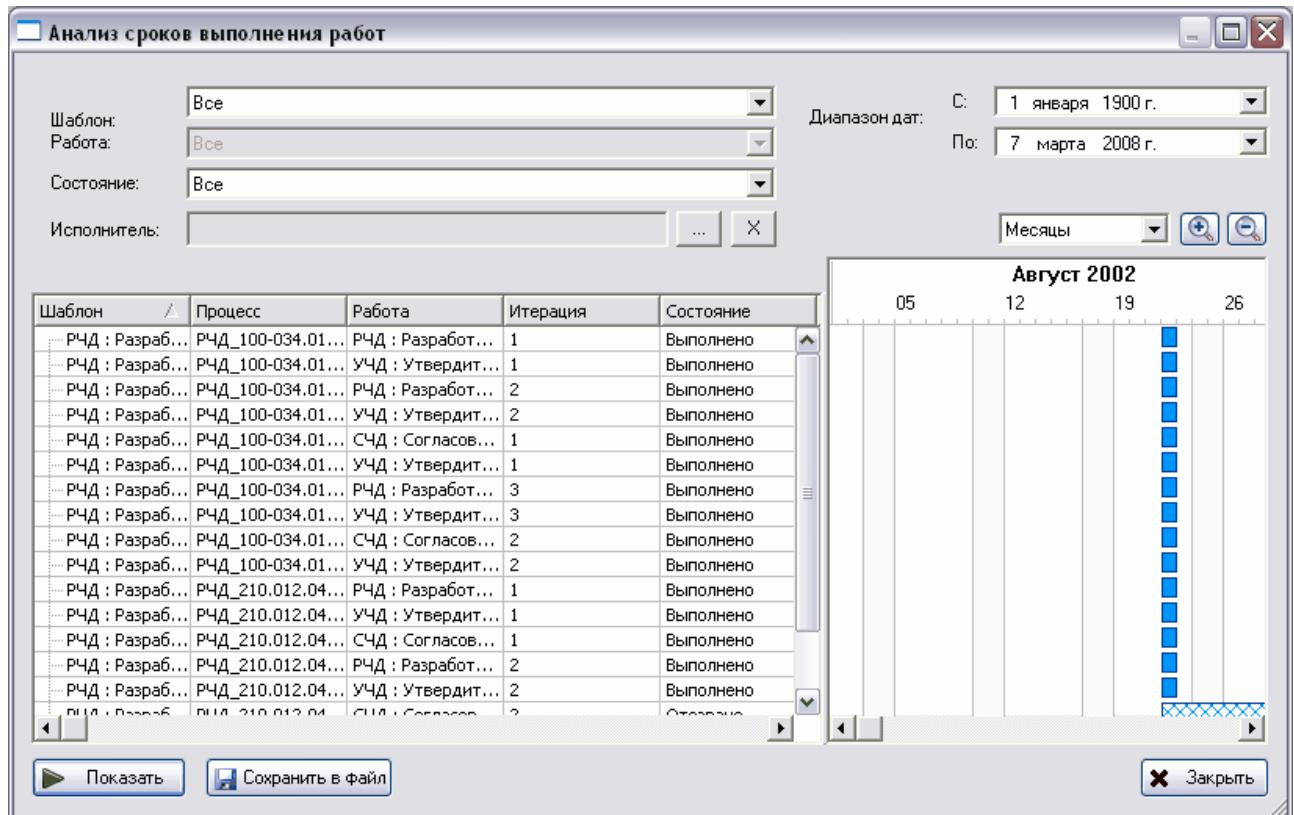

Рис. 67 Анализ сроков выполнения работ
2. После этого появится диалоговое окно **Анализ сроков выполнения работ** (Рис. 67).